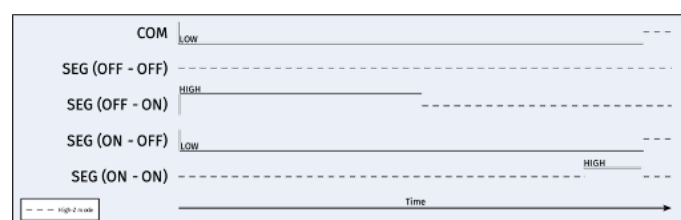

Figure 11. Cette technique de commande actualise l'afficheur en une seule étape, mais à la différence que la tension d'extinction est de 0 V.
Cette technique de commande actualise l'afficheur en une seule étape comme dans la méthode de commande C, mais à la différence que la tension de désactivation est de 0 V (figure 11). La désactivation des segments avec 0 V est nettement plus lente que lorsqu'on applique une tension négative (par exemple -1,5 V). Pour cette raison, il faut un délai plus long pour que le segment à éteindre commute, par rapport aux segments à allumer. Une impulsion de rafraîchissement plus courte est nécessaire sur les segments qui doivent être maintenus à l'état haut (ON). La séquence se termine par la configuration de toutes les sorties en haute impédance (High-Z) pour maintenir l'état. Cette méthode permet de connecter l'électrode commune directement à la masse.